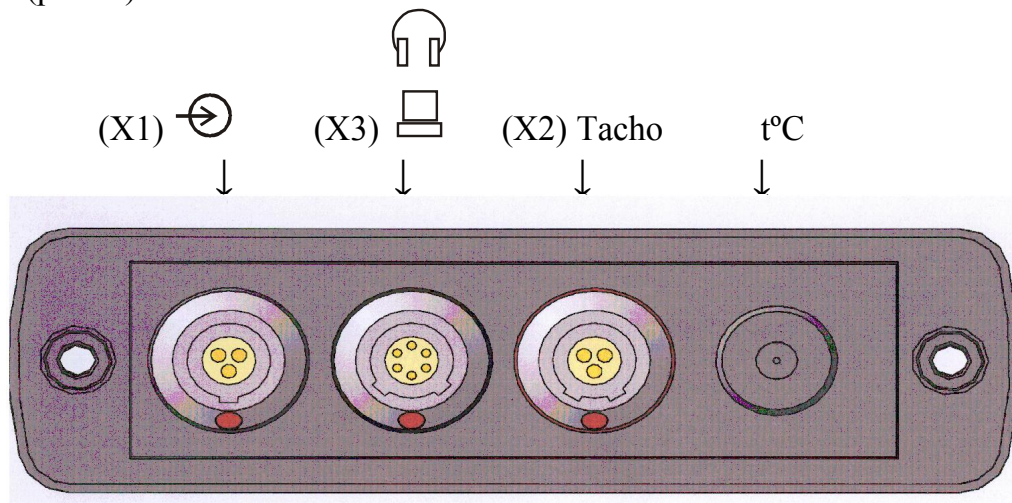

Рис. 14
4.4.1. Внешние устройства из комплекта виброметра подключаются к соединителям расположенным на его верхней торцевой крышке (рис. 14).
Подпись и дата	<p>5.3.1.3. При измерениях соединительный кабель от вибропреобразователя к розетке Х1 виброметра (рис.14) должен быть защищен от соприкосновения с вращающимися частями механизма.</p>